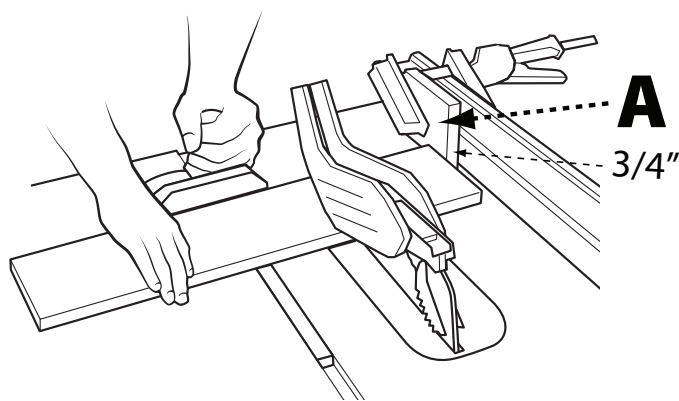

FIGURA 33
Al realizar cortes transversales en varias piezas a la misma longitud, puede sujetar un bloque de madera (A) (consulte la Figura 33) a la guía y usarlo como un calibre de corte. El bloque (A) debe medir al menos $\frac{3}{4}$ de pulgada (19 mm) de grosor para evitar que la pieza que está cortando se atasque entre la hoja y la guía. Después de determinar la longitud del corte, enganche la guía y use la galga de inglete para empujar la pieza de trabajo hacia la hoja.